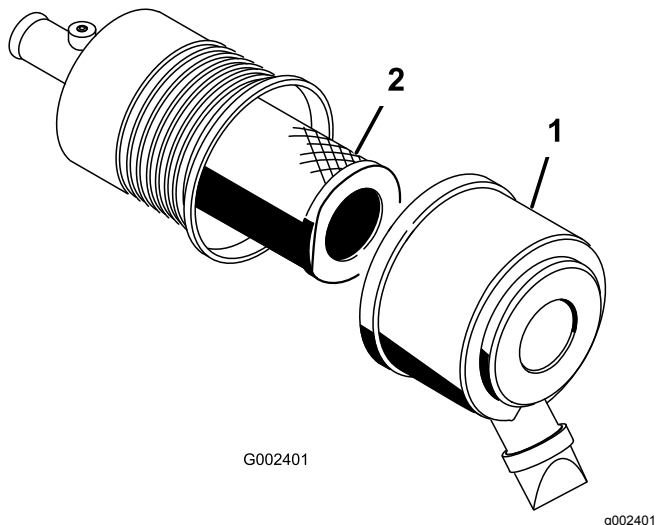

Figure 40
7. Montez le couvercle en dirigeant la valve de sortie en caoutchouc vers le bas, entre les positions 5:00 et 7:00 heures environ vu de l'extrémité (Figure 40).